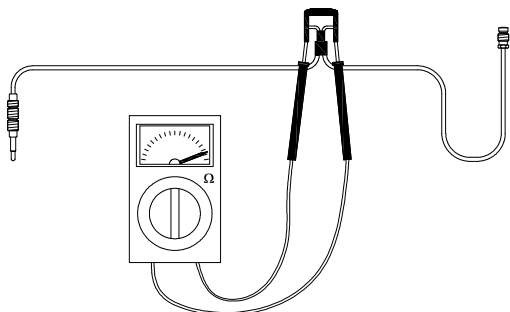

Fig. 18
*El aparato se enciende, pero se apaga al soltar el pulsador de la válvula de seguridad. (Fig. 18)*
*The appliance lights up, but goes off when the safety valve button is released. (Fig. 18)*
*L'appareil s'allume, mais s'éteint lorsque le bouton de la vanne de sécurité est relâché. (Fig. 18)*